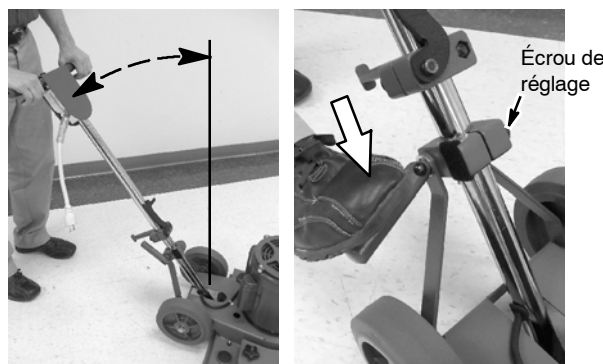

FIG. 5
2. Réglez la poignée vers une position de fonctionnement confortable et appuyez fermement sur le levier de réglage de la poignée pour verrouiller la poignée en position (Figure 5).